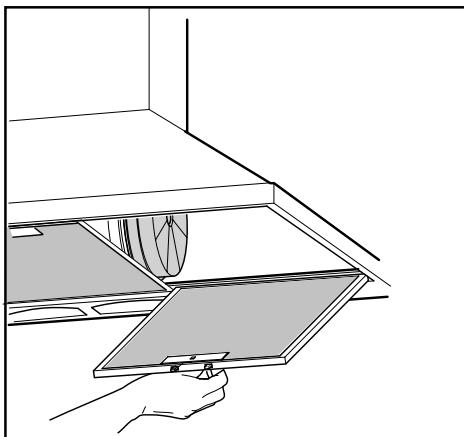

Fig.6
- La distanza minima fra la superficie di supporto dei recipienti di cottura sul dispositivo di cottura e la parte più bassa della cappa da cucina deve essere di almeno 65 cm. Se dovesse essere usato un tubo di connessione composto di due o più parti, la parte superiore deve essere all'esterno di quella inferiore. Non collegare lo scarico della cappa ad un condotto in cui circoli aria calda o utilizzato per evacuare fumi degli apparecchi alimentati da un'energia diversa da quella elettrica. Prima di procedere alle operazioni di montaggio, per una più facile manovrabilità dell'apparecchio disinserire i filtro/i antigrasso (Fig.6).